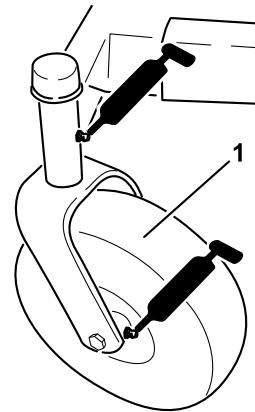
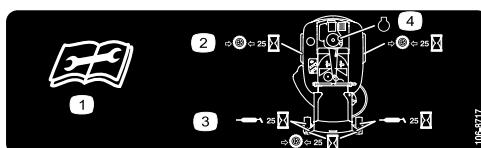

Figura 24
Figura 25
3. Pulite i raccordi d'ingrassaggio (Figura 24 e Figura 25) con un cencio, e togliete eventuali tracce di vernice davanti ai raccordi.
4. Collegate un ingassatore a pressione a ciascun ingassatore (Figura 24 e Figura 25). Pompatate del grasso nel raccordo finché non inizia a fuoriuscire dai cuscinetti.